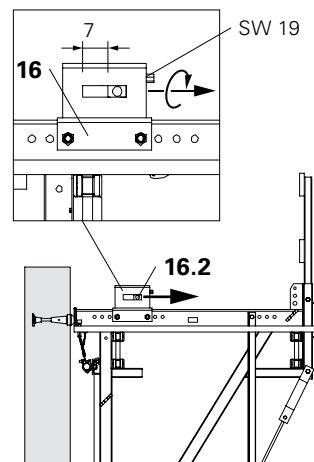
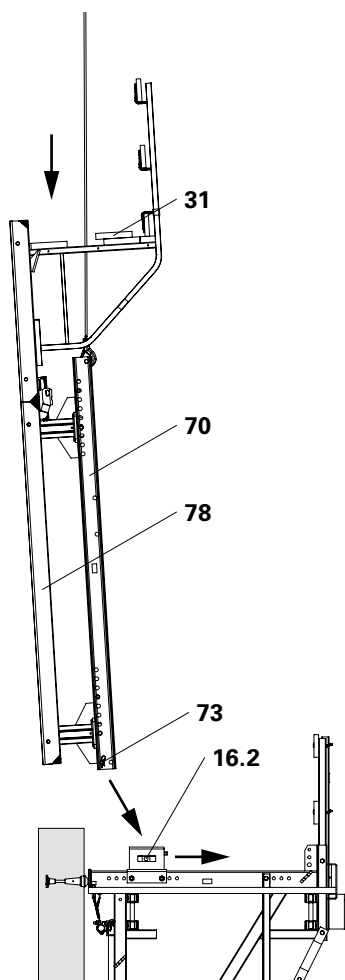

Fig. B2.17a
Fig. B2.17b
1. Arretrare la slitta (16.2) del dispositivo di posizionamento CB (16), Ch 19. (Fig. B2.17a)
2. Aprire l'impalcato (31) della piattaforma di getto sopra al corrente verticale. Assicurare eventuali componenti non fissati.
3. Agganciare la cassaforma (78) completa di piattaforma di getto al corrente verticale CB (70) e posizionarla sulla piattaforma. (Fig. B2.17b)
4. Fissare il corrente verticale con perno $\varnothing 25 \times 180$ (73) e inserto a molla 4/1 al dispositivo di posizionamento CB (16). Configurazione standard: usare i fori del corrente verticale rivolti alla parete. (Fig. B2.17b)